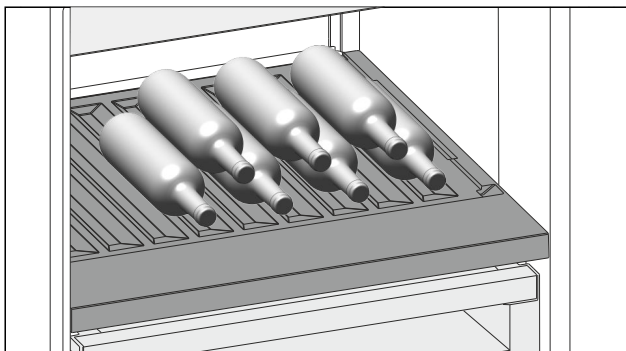

Fig. 129
- ▶ Flaschen mit dem Boden nach hinten zur Rückwand einlegen. (siehe Fig. 129)